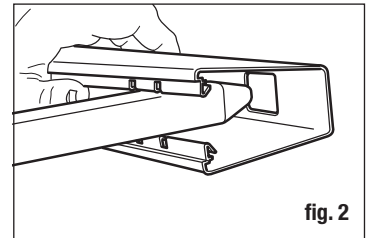

fig. 2
- Insérez un piquet dans la gorge de la traverse et dans le trou préparé, comme montré. NE PAS ENCLIQUER EN PLACE (fig. 2).
L'espacement des trous de poteaux est de 2,4 m (96 po) du centre du poteau au centre du poteau (fig 2). Veuillez indiquer les emplacements des trous de poteaux le long de la ligne du cordeau. Vérifiez à nouveau toutes les mesures. Vérifiez les réglementations locales pour toutes les exigences particulières en matière de profondeur des trous de poteaux. La clôture sera plus solide si les poteaux d'extrémité, de coin et de barrière sont placés à au moins 6 po de plus profonds que les poteaux de ligne. Utilisez la tarière électrique ou bêche tarière de trou de poteau et creusez les trous à 25,4 à 30,48 cm (10 à 12 po) de largeur et 15,24 cm (6 po) plus profonds que nécessaire. Remplissez les trous de 15,24 cm (6 po) de gravier pour drainer l'eau du bas des poteaux (fig. 3). En creusant vos trous de poteaux, n'oubliez pas la hauteur de vos panneaux de clôture.
- Inserte la primera estaca en la estricción del pretil y prosiga a través del orificio recortado, como se muestra. **NO DESLICE PRESIONANDO PARA QUE QUEDE EN SU LUGAR** (fig. 2).
El espaciamiento entre los agujeros de los postes es de 96 pulg. (244 cm) de centro a centro (fig. 2). Marque las ubicaciones de los agujeros para los postes a lo largo de la línea marcada por el cordón. Revise dos veces todas las medidas. Verifique si las regulaciones locales marcan algún requisito especial para la profundidad de los postes. La cerca será más fuerte si la profundidad de los postes de los extremos, las esquinas y la puerta es 15.2 cm mayor que la de los otros postes. Con un cavador de hoyos de poste o una barrena eléctrica, cava hoyos de 25.4 cm a 30.5 cm de diámetro, con 15.2 cm más de la profundidad necesaria. Rellena el fondo de los hoyos con 15.2 cm de grava para drenar el agua de la parte inferior de los postes (fig. 3). Ten en cuenta la altura de los paneles de la cerca cuando caves los hoyos de los postes.